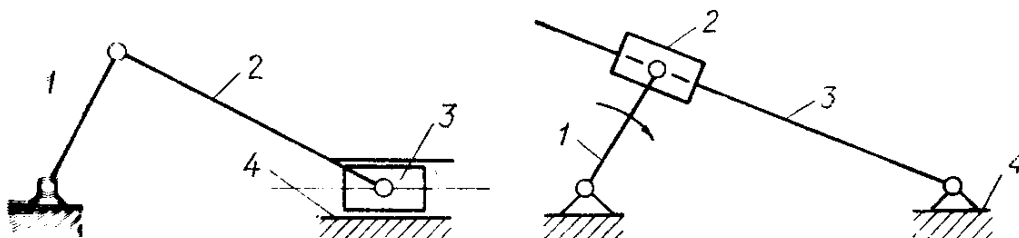

рис. 2.5.–6
33. Какое из четырех звеньев механизма, изображенного на рис. 2.5, называется кривошипом?
34. Какое из четырех звеньев механизма, изображенного на рис. 2.5, называется шатуном?
35. Какое из четырех звеньев механизма, изображенного на рис. 2.5, называется ползуном?
36. Какое из четырех звеньев механизма, изображенного на рис. 2.5, называется стойкой?
37. Какое из четырех звеньев механизма, изображенного на рис. 2.5, называется кулисой?